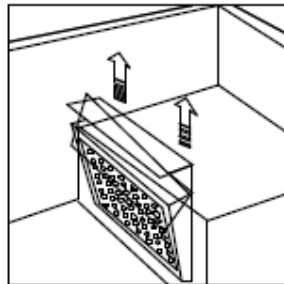

Рис.14
- Снимите фильтр, очистите его и установите обратно (рис. 14).
- всасывающий фильтр не заблокирован и хорошо закреплен (рис. 14).